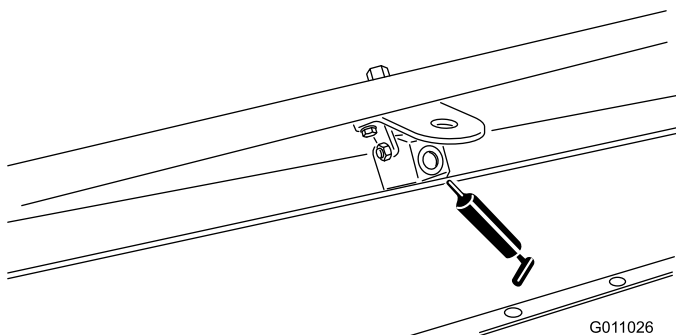

Figure 33
- Brush pivot (2) (Figure 33).